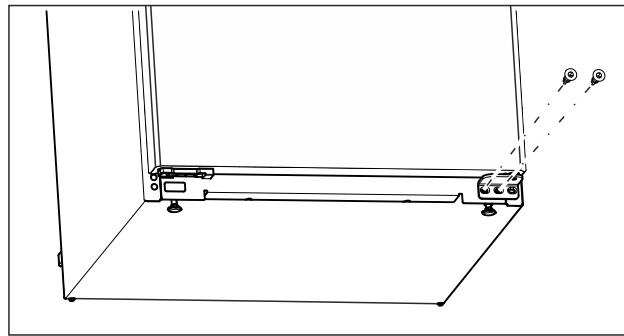

Fig. 11
- ▶ Відкрутіть середній гвинт на нижньому опорному кронштейні за допомогою викрутки Torx 20. (див. Fig. 11)
- ▶ Відкрутіть внутрішній гвинт на нижньому опорному кронштейні за допомогою викрутки Torx 20. (див. Fig. 11)